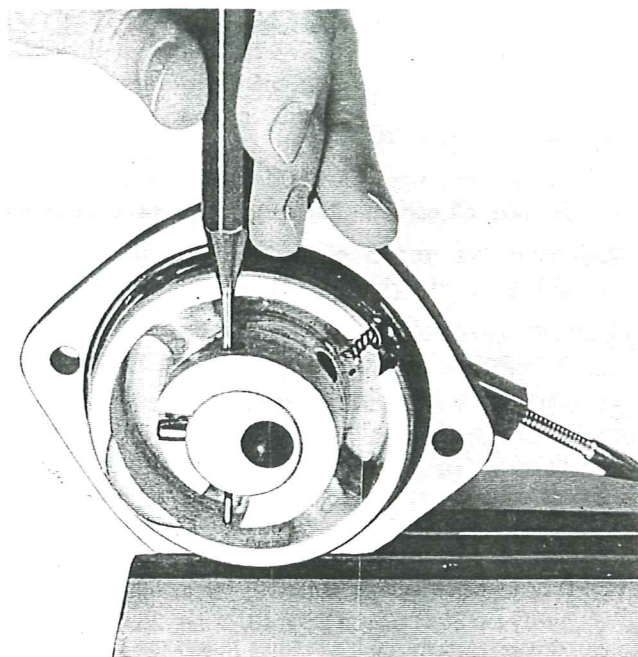

Fig. 22
1. Slå ur spännstiftet (64 fig 57), se fig 22 och drag ur pinnen (65). Tag bort låstråden (60), fjädern (59) och kulan (58) samt drag ur excenterkolven (55). Demontera tätningsringen (63).